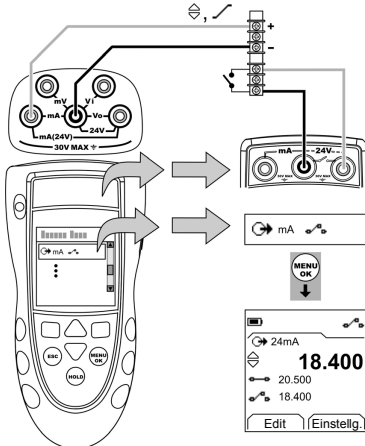

Abbildung 5: Beispielkonfiguration: Schaltertest
- Schließen Sie das Gerät an (Abbildung 5) und ändern Sie ggf. die Option *Konfig.* (Tabelle 1).